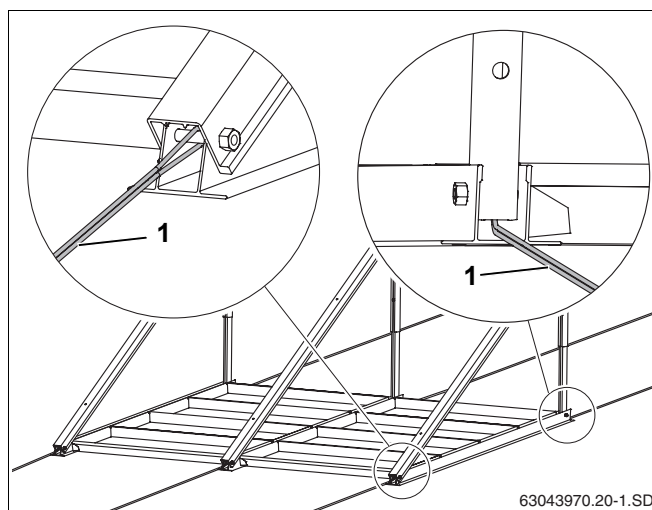

Рис. 28 Подставки с тросовым креплением
- Каждый коллектор крепится заказчиком минимум 2 стальными тросами (рис. 28, поз. 1) к болту нижнего профиля и в подходящем месте на крыше.